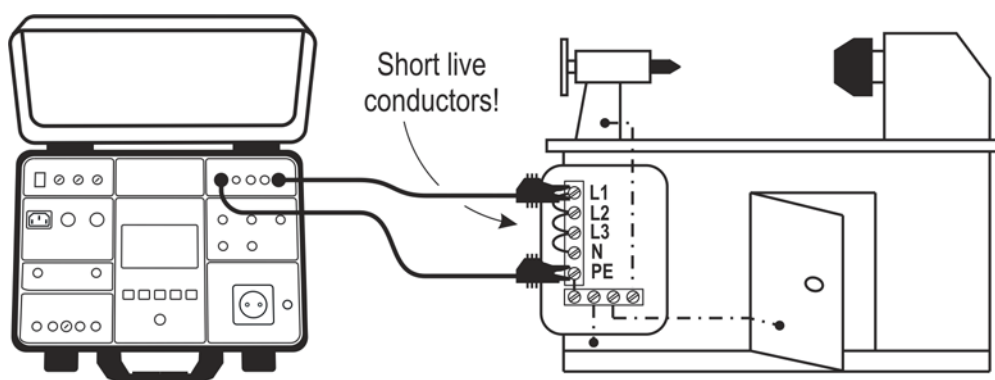

Figura 17: Ligação das ponteiras de teste
- 9) O resultado do teste será apresentado a verde, acompanhado do símbolo verde e de um sinal acústico curto se estiver dentro do patamar limite; ver tabela dos tempos de intervenção permitidos em baixo. Se o resultado é superior ao patamar limite, será apresentado a vermelho e acompanhado do símbolo vermelho e de um sinal acústico prolongado. A figura 17 mostra um exemplo de ecrã com os resultados das medições.